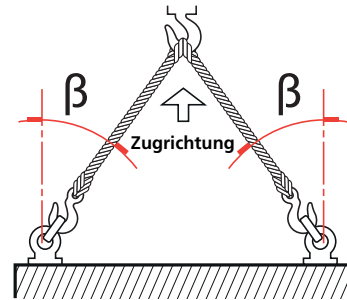

Abb. 7.1 Anheben (einfach wirkender Stellantrieb bis Größe 161)
- Haken Sie die Schlingen der Doppelkette im Fall eines einfach wirkenden Stellantriebs wie in Abb. 7.1 gezeigt in die Hebeösen ein.